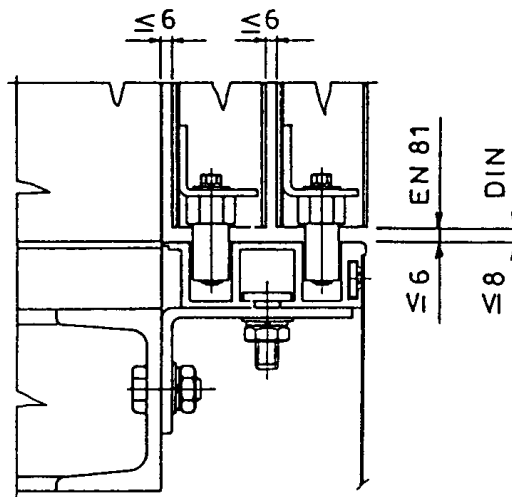

РИС. 2
2.1.4 Установите дверные панели, не повреждая обшивку. Убедитесь, чтобы рабочий зазор между панелями и неподвижными элементами кабины не превышал значение, разрешенное применимыми нормами (Рис. 2).